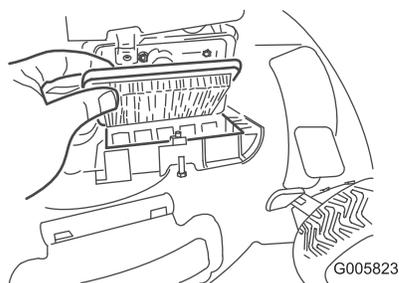

Figure 40
2. Remplacez le filtre à air (Figure 40).